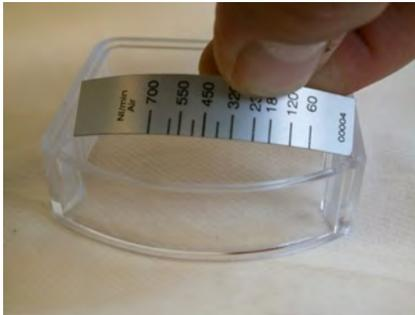

Abb. 40
4.  Skalenträger (mit aufgeklebter Skala) aus der Führung des Kunststoffgehäuses ziehen (Abb. 40)